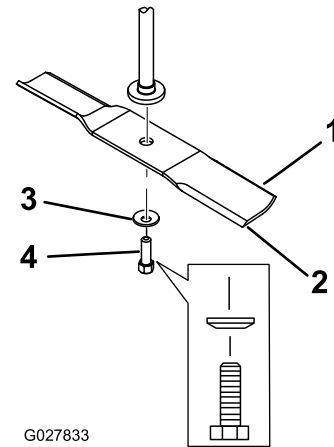

Bild 56
2. Entfernen Sie die Messerschraube, Wellenscheibe und das Messer von der Spindelwelle (Bild 56).
- Setzen Sie das Messer auf die Spindelwelle (Bild 56).
- Setzen Sie die Wellenscheibe (Kappenseite zum Messer) und die Messerschraube ein (Bild 56).